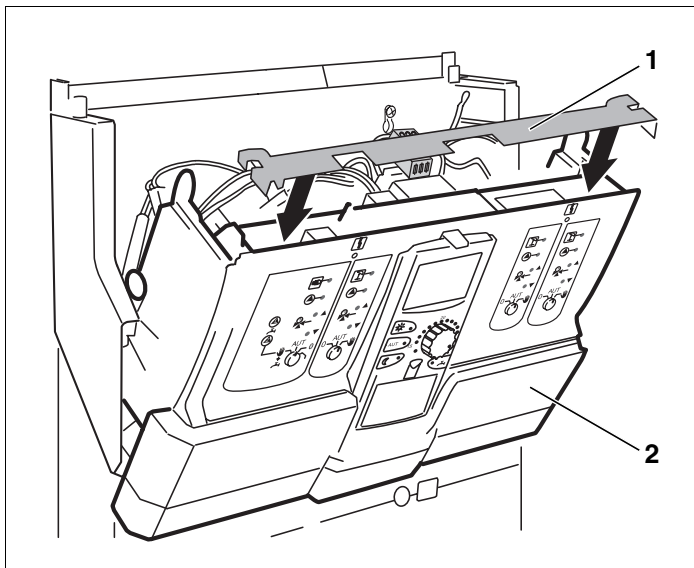

Bild 9 Querleiste einsetzen
- Querleiste (→ Bild 9, [1]) in die Aussparungen einsetzen und einrasten lassen.
- Das Gerätevorderteil (→ Bild 9, [2]) zurückschwenken und einrasten lassen.